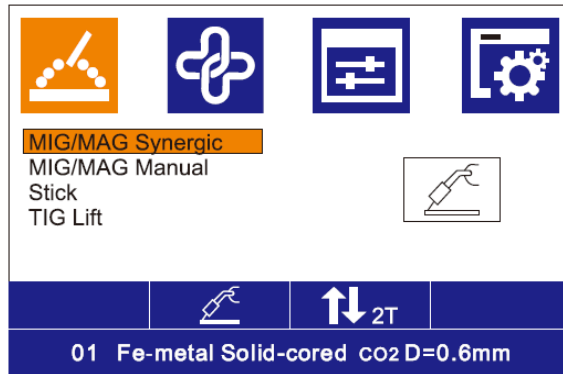

Fig. 1
- 2) En la interfaz de selección de funciones, gire la perilla L para seleccionar el método de soldadura manual MIG / MAG y presione hacia abajo para confirmar como se muestra en la Fig. 1;